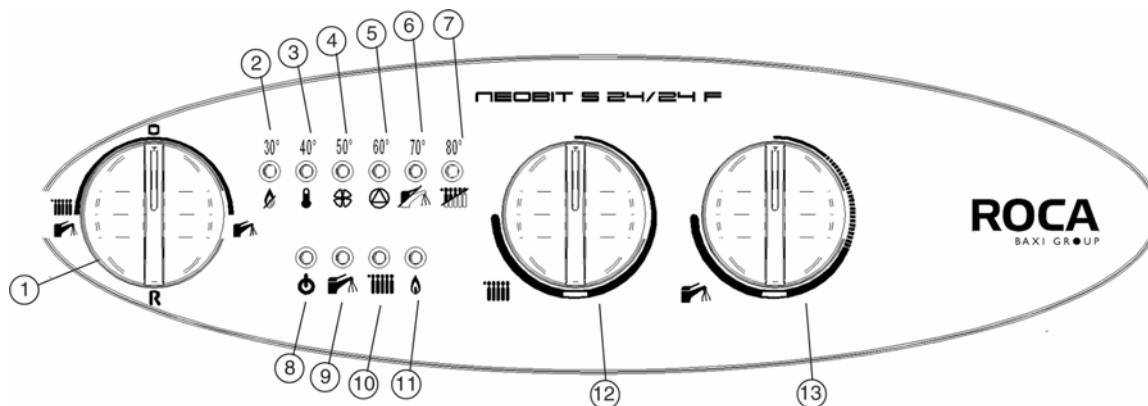

Рис.1
3) поставить переключатель режимов «лето-зима» (рис. 1, позиция 1) в нужный режим: ☀ - лето, ❄ - зима;
4) установить регуляторы температуры воды контура отопления (рис. 1, позиция 12) и контура ГВС (рис. 1, позиция 13) на выбранные значения. Для увеличения температуры повернуть регулятор по часовой стрелке, для уменьшения – против часовой стрелки.
Для регулировки температуры в комнате, можно использовать комнатный термостат. Если комнатный термостат не установлен, температуру в комнате можно регулировать ручкой регулирования температуры воды в системе отопления (позиция 12, рис.1). Чтобы увеличить температуру, поверните ручку по часовой стрелке, а чтобы уменьшить – против часовой стрелки. Электронная модуляция обеспечивает нагрев воды до установленной температуры, изменяя подачу газа к горелке в зависимости от реальной потребности в теплообмене.
Газовый клапан снабжен устройством электронной модуляции пламени, которое срабатывает по сигналу регулятора температуры воды в контуре ГВС (рис. 1, поз. 13).